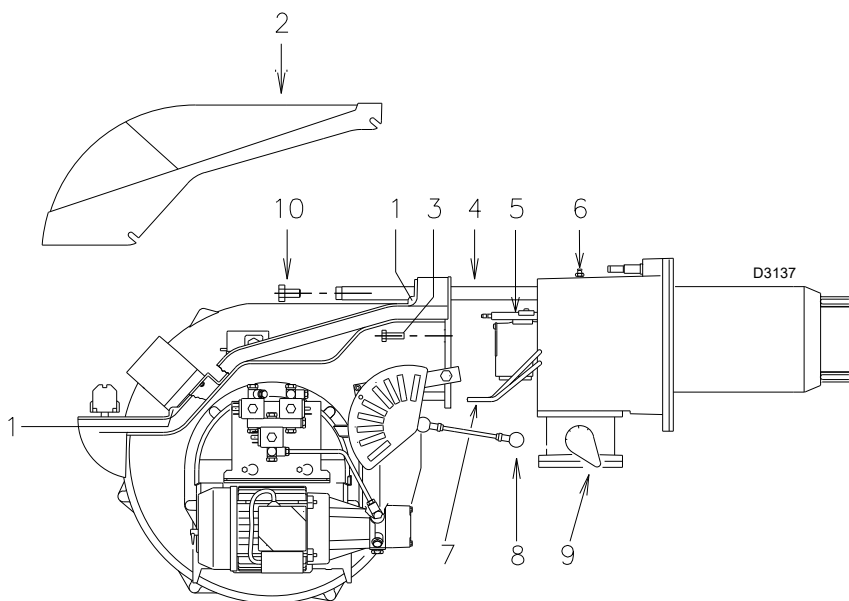

Рис. 44
- Ослабьте винты 1) и снимите кожух 2) (Рис. 44).
- Отсоедините дизельные шланги 7) (Рис. 44).
- Снимите винты 3) и отведите назад горелку по направляющим 4) (Рис. 44) примерно на 100 мм.
Теперь можно извлечь внутреннюю часть 5) после снятия винта 6) (Рис. 44).